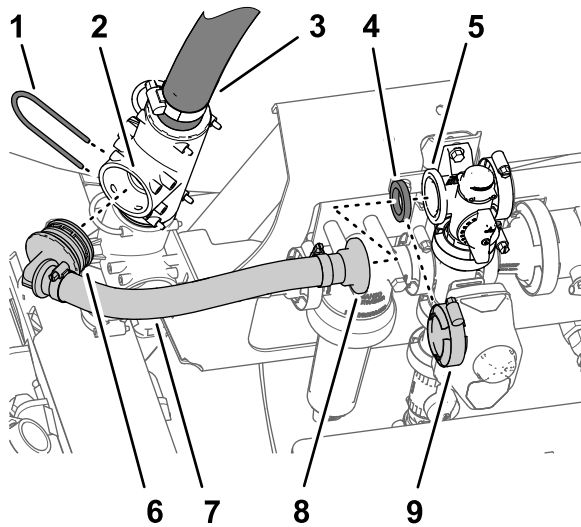

図 9
1. 新しい攪拌バイパスホースアセンブリのバープ付き 90° フィッティングを、上側 T 字フィッティングの空いているポートに整列させて 90° フィッティングを T 字フィッティングの奥まで完全に入れる 図 9。
2. バープ付き 90° フィッティングを、リテーナ付き T 字フィッティング 図 9 ステップ 2 ホースを取り外す (ページ 5) で外したものに固定する。
3. 新しい攪拌バイパスホースアセンブリのフランジ付きストレートフィッティングとガスケットを、バイパスバルブのフランジに合わせる 図 9。
4. フランジクランプ 図 9 ステップ 2 ホースを取り外す (ページ 5) で外したものを使って、フランジ付きストレートフィッティングとガスケットを固定する。